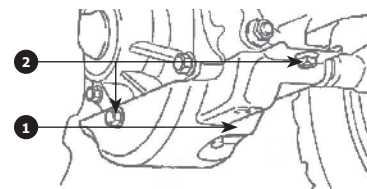

Рис. 62
2. Выверните болты ② крепления кожуха ① **Рис. 62** редуктора заднего моста и снимите кожух.